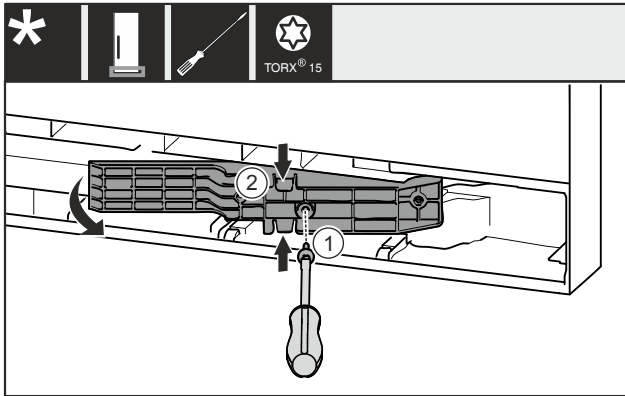

Fig. 12 *
- ▶ Fjern skruen Fig. 12 (1)*
- ▶ Pres adapterstykket Fig. 12 (2) let sammen foroven og forneden, og træk det ud.*